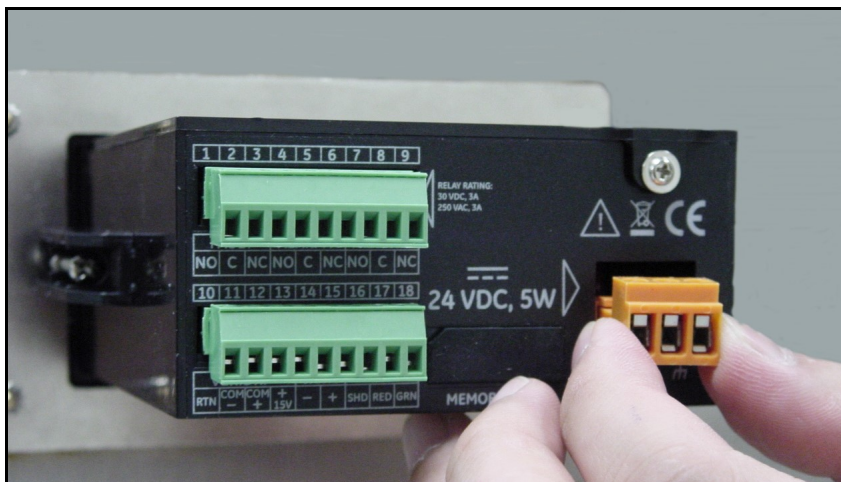

Figura 41: Remover o conector CC
1. Remova o conector CC do painel posterior (veja Figura 41).